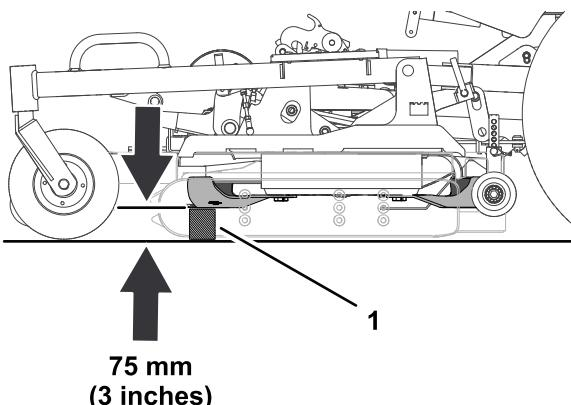

Figura 126
- Misurate la distanza tra il suolo e il punto più avanzato del tagliente della lama con un blocchetto di riscontro (Figura 126).